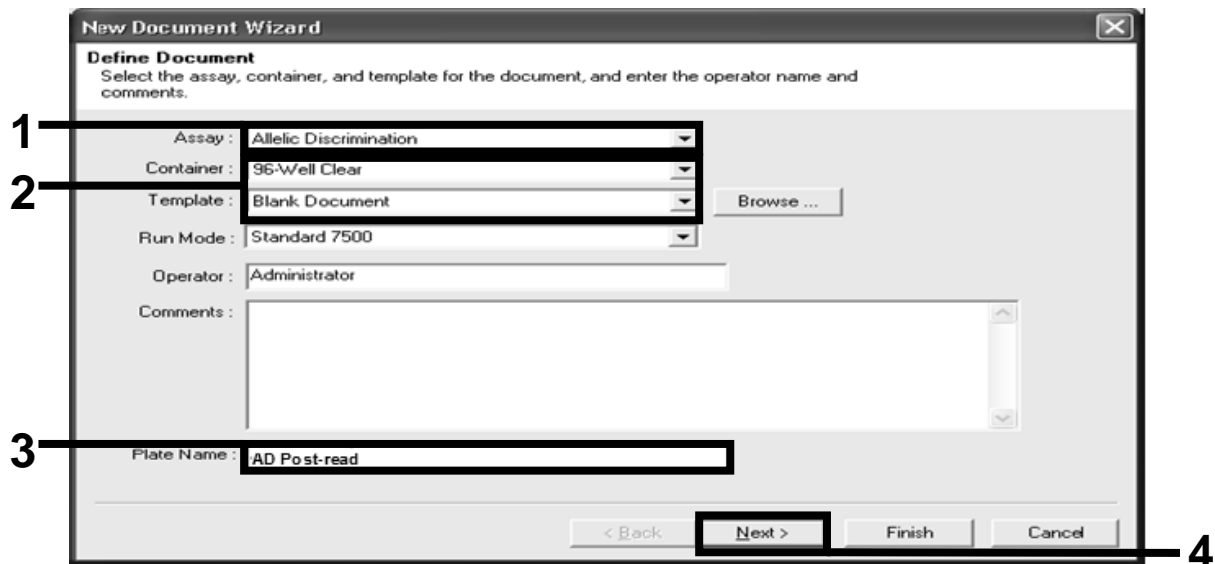

Abbildung 13. Voreinstellungen beim Anlegen eines neuen "Post-Read"-Laufs (im "New Document Wizard").
- 12. Klicken Sie im Dialogfenster "New Document Wizard" auf das "Assay"-Drop-down-Menü und wählen Sie den Assay "Allelic Discrimination" („Alleldiskriminierung"; siehe Abb. 13).**
- 13. Übernehmen Sie die Voreinstellungen in den Feldern "Container" („Reaktionsgefäß") und "Template" („Vorlage"): "96-Well Clear" („96-Well-Platte, transparent") bzw. "Blank Document" („Leeres Dokument") (siehe Abb. 13). Geben Sie im Feld "Plate Name" den Plattennamen ein, z. B. *AD Post-read* (siehe Abb. 13) und klicken Sie dann auf "Next>" („Weiter"), um zum Dialogfenster "Select Markers" („Marker auswählen") zu wechseln.**